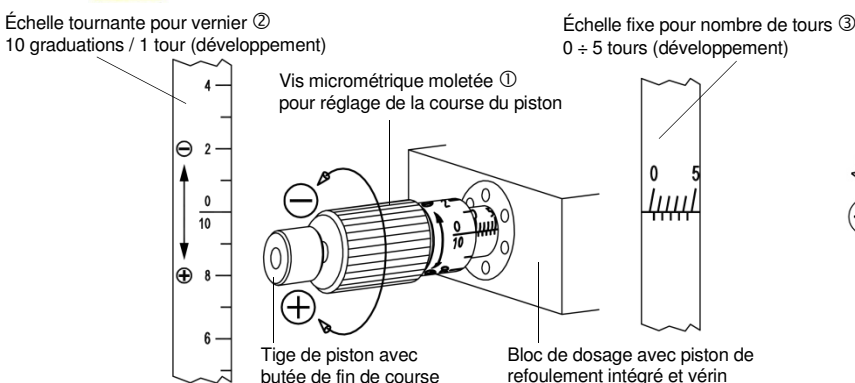

Fig. 5: pompe de dosage – bouton de réglage de course de dosage avec affichage micrométrique pour réglage continu 0 ÷ 5 tours (0 ÷ 100 % du débit)
3.1 Réglage de la quantité de dosage: la micro pompe de dosage effectue un dosage précis et à haute pression du lubrifiant. Le débit peut être modifié en continu en tournant la vis micrométrique (fig. 5 ①), la plage de réglage complète compte 5 tours. Les valeurs réglées peuvent être minutieusement consultées sur les deux échelles de la vis micrométrique (fig. 5 ② et ③), chaque graduation correspondant à une modification de 2% de la course du piston.
- 4.1.1 Pompe de dosage : vis micrométrique tournée de 0,5 tours ($\hat{=}$ débit 10 %, fig. 5 & 9)
- 5.2.3 Augmenter la course de la pompe de dosage jusqu'au maximum (ouvert de 5 tours fig. 5 ① et chapitre 3.1).